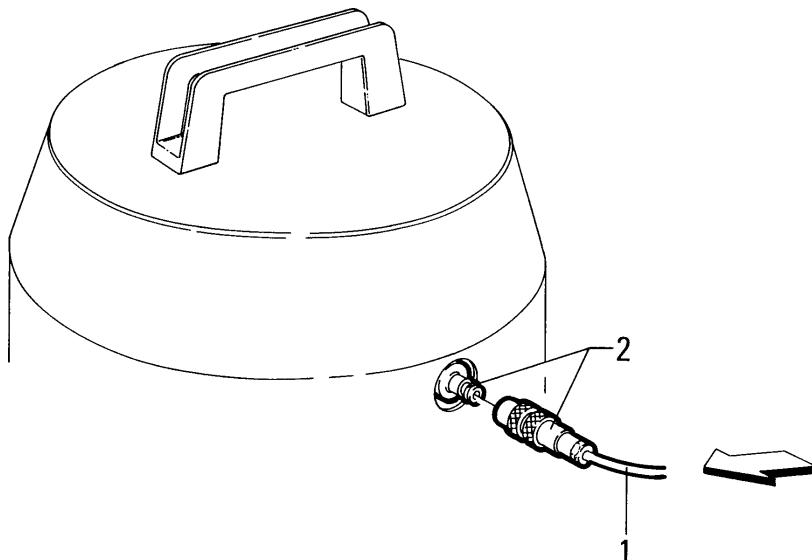

Fig. 5.4.1
**5.4 - Collegamento all'impianto pneumatico (solo su A 128 XR) fig. 5.4.1**
**5.4 - Connecting to the air plant (only on A 128 XR) fig. 5.4.1**
**5.4 - Raccordement à l'installation pneumatique (seulement sur A 128 XR) fig. 5.4.1**
**5.4 - Conexión con la instalación neumática (solo en A 128 XR) fig. 5.4.1**
Collegare il tubo rilsan "2" di Ø 8 al raccordo "1" (fig. 5.4.1).
*Connect the Ø 8 rilsan tube "2" to union "1" (fig. 5.4.1).*
Brancher le tube rilsan "2" de diam. 8 au raccord "1" (fig. 5.4.1).
*Empalmar el tubo rilsan "2" de Ø 8 con la unión "1" (fig. 5.4.1).*